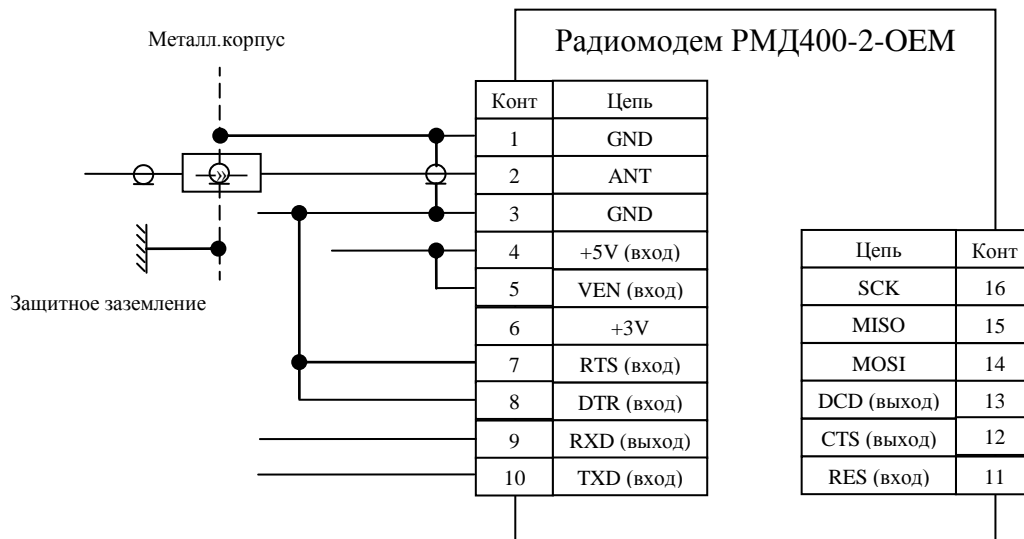

Рис. 4. Схема подключения радиомодема при питании от источника напряжением 5В
1.4.10 Схема подключения радиомодема при питании от источника напряжением 5В (3,5-16 В) приведена на рис. 4.